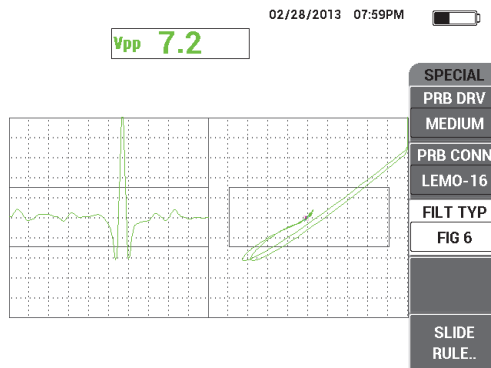

図 5-62 6 形状フィルター
5. 基本フィルタメニューキー () を押し、**フィルタタイプ** (C キー) を **6 形状** に変更します (175 ページの図 5-62 を参照)。